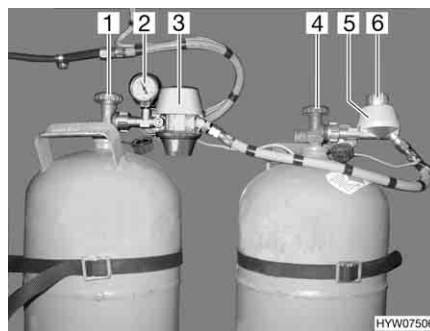
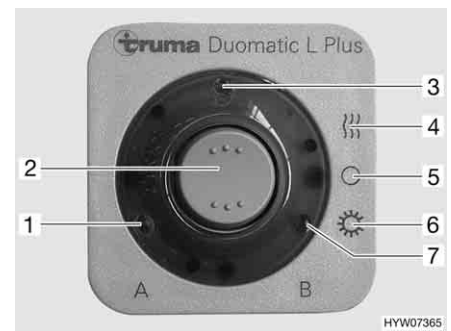

Bild 127 Duomatic-Umschaltanlage
Bild 128 Bedieneinheit
Die Duomatic-Umschaltanlage besteht aus einem Zentralregler (Bild 127,3) und einem Umschaltregler (Bild 127,5). Mit dem Drehknopf (Bild 127,6) am Umschaltregler kann bestimmt werden, welche der Gasflaschen als Betriebsflasche und welche Gasflasche als Reserveflasche verwendet wird.
Das Manometer (Bild 127,2) am Zentralregler zeigt den Druck in der Gasflasche an, nicht den Füllstand der Gasflasche. Mit dem Manometer kann die Gasflasche auf Dichtheit geprüft werden.
An der Bedieneinheit (Bild 128) können nur die elektrischen Funktionen geschaltet werden. Die Haupt-Absperrventile der Gasflaschen (Bild 127,1 und 4) müssen von Hand geöffnet werden.
- Die Haupt-Absperrventile an den Gasflaschen (Bild 127,1 und 4) öffnen.
- Mit dem Drehknopf (Bild 127,6) am Umschaltregler (Bild 127,5) die Gasflasche wählen, der vorrangig das Gas entnommen werden soll (Betriebsflasche).
Wenn der Drehknopf im roten Bereich steht, wird das Gas vorrangig der Gasflasche mit dem Zentralregler (Bild 127,3) entnommen.
Wenn der Drehknopf im grünen Bereich steht, wird das Gas vorrangig der Gasflasche mit dem Umschaltregler (Bild 127,5) entnommen.
- An der Bedieneinheit (Bild 128) die Duomatic-Umschaltanlage einschalten.
Dazu den Wippschalter (Bild 128,2) auf Winterbetrieb "Ein und Heizen" (Bild 128,4) oder auf Sommerbetrieb "Ein" (Bild 128,6) stellen. Beide Gasdruckregler sind jetzt entlüftet. Die Betriebsanzeige (Bild 128,3) leuchtet.
- Den Wippschalter (Bild 128,2) auf "O" (Bild 128,5) stellen. Die Betriebsanzeige (Bild 128,3) erlischt.
- Die Haupt-Absperrventile an den Gasflaschen (Bild 127,1 und 4) schließen.
Die Kontroll-Leuchten an der Bedieneinheit (Bild 128) signalisieren im Fahrzeuginneren, ob die Gasflaschen betriebsbereit sind.
- Kontroll-Leuchte "A" (Bild 128,1): Gasflasche am Zentralregler
- Kontroll-Leuchte "B" (Bild 128,7): Gasflasche am Umschaltregler